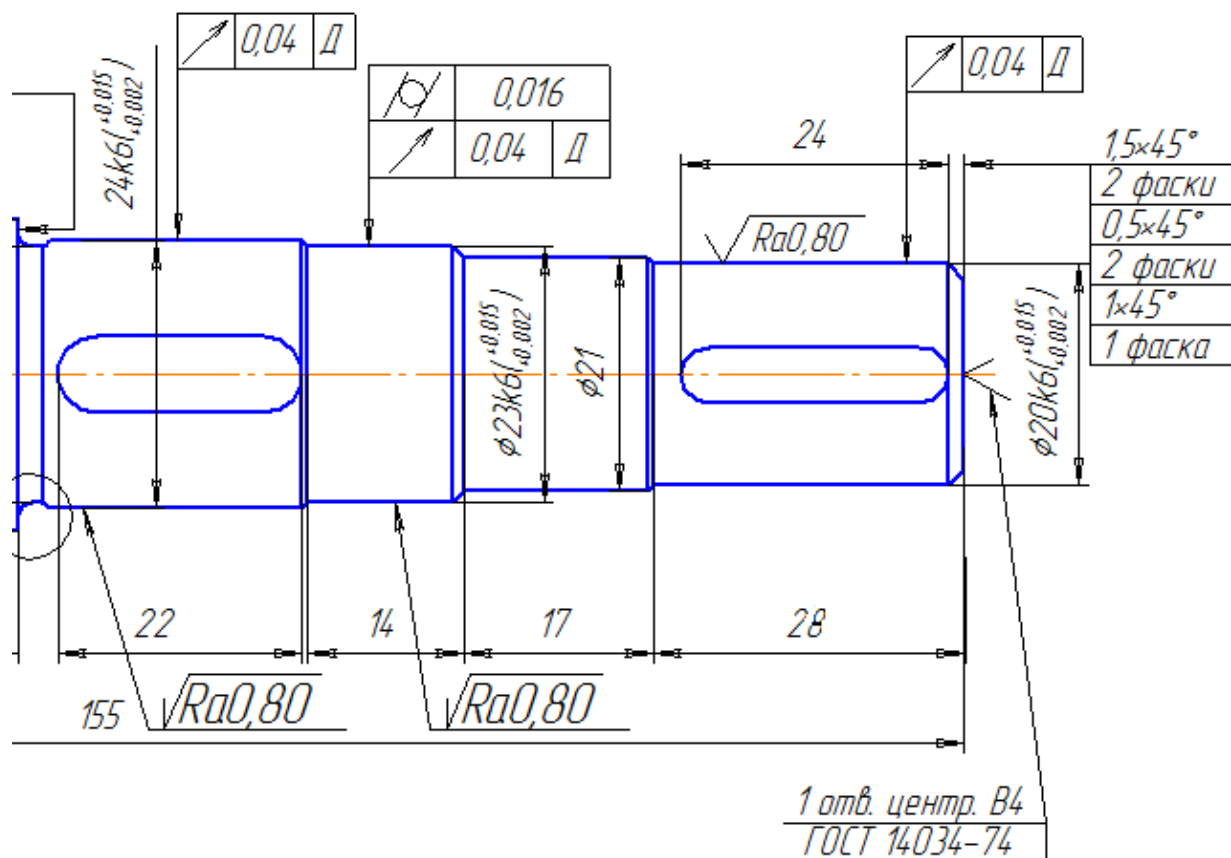

Рис. 5.13
16. Проставьте обозначение шероховатости в самой правой точке пересечения осевой линии с валом, сделайте это как показано на рис. 5.13. Не заполняя шероховатость текстом, закройте инструмент. Выберите инструмент
«**Обозначение позиций**». Проставьте все позиции, обозначенные на рис. 5.13. Для этого, выбрав инструмент, сначала укажите точку, в которую указывает стрелка позиции, щелкнув левой клавишей мыши, затем отведите в нужное место позицию и щелкните еще раз. После чего щелкните по полю «Текст» в свойствах инструмента и введите нужный текст. Для ввода Квадратного корня, щелкните правой кнопкой по полю в окне ввода текста, затем выберите пункт «**Вставить спецзнак**», найдите в списке корень и выберите его. Для создания двойной полки щелкните клавишу Enter в поле в окне ввода текста. Для создания позиции фасок, сначала при помощи инструмента «Отрезок» проведите из крайнего правого угла отрезок, предварительно выбрав его стиль «Тонкая», затем аналогично вышеуказанным действиям заполните текст позиции, как указано на рис. 5.13.